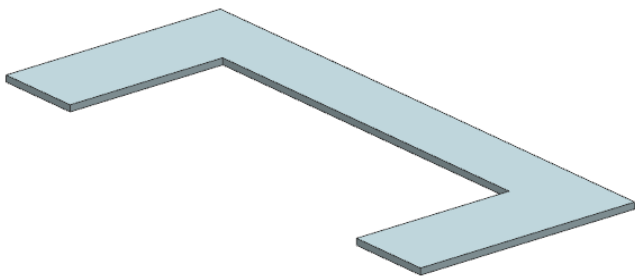

图 6-25 创建突出块特征
(5) 在“突出块”对话框中，单击  按钮，创建突出块特征，如图 6-25 所示。